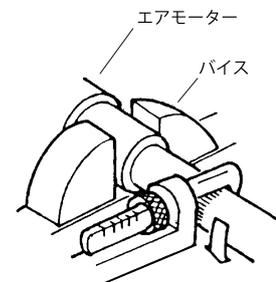

Fig.7
- 3) エアモーター本体部をパイプで固定し、サクシオンチューブのローレット部にパイプレンチを掛け、ねじ戻し外してください。(Fig.7)